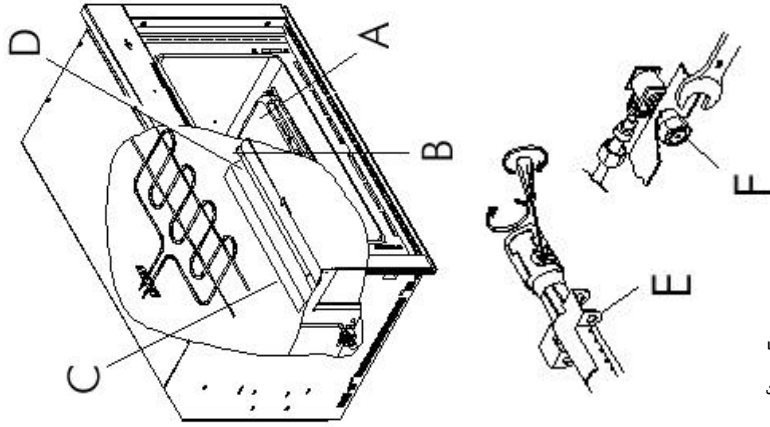

fig. 5
ADATTAMENTO PER ALTRI TIPI DI GAS: se il gas erogato è diverso da quello di predisposizione dell'apparecchio eseguire le operazioni di trasformazione come di seguito indicato (fig.5):
- estrarre la platea del forno (fig.5);
ADAPTATION TO OTHER TYPES OF GAS: if the gas delivered is different from the appliance gas setting, the following adaptation operations must be performed (fig. 5):
- take the bedplate out (fig. 5);
<p>ADAPTAÇÃO PARA OUTROS TIPOS DE GÁS: se o gás distribuído é diferente daquele para o qual está predisposto o aparelho efectuar as seguintes operações de transformação (fig.5):</p> <ul style="list-style-type: none"> • Verificar se o forno não está ligado à rede eléctrica; • abrir completamente a porta do forno; • extrair a placa do fundo do forno (fig.5); • retirar o bico do seguinte modo: <ol style="list-style-type: none"> 1. tirar a parábola de difusão C desapertando as porcas D; 2. afastar o esquadro E porta-velas e o termopar; 3. tirar o parafuso B e desenfiar o tubo queimador; 4. tirar o injector F com uma chave de 7 e substituí-lo segundo as instruções indicadas na tabela 2 (o injector deverá ser fixado com uma força adequada para evitar que se desenfie). • Remontar o bico do forno seguindo as operações descritas acima descritas em sentido contrário; • Recolocar o tabuleiro do forno. <p>Atenção aos cabos das velas e aos tubos dos termo pares.</p>	<p>ADAPTACION PARA OTROS TIPOS DE GAS: si el gas suministrado es distinto a aquel predisposto para el aparato se deben realizar las modificaciones necesarias como se indica en la (fig.5):</p> <ul style="list-style-type: none"> • Se asegure que el horno no esté conectado a la red eléctrica; • Abra completamente la puerta del horno; • Quitar la placa de fondo del horno (fig.5); • quitar el quemador de la siguiente manera: <ol style="list-style-type: none"> 1. quitar la parábola difusora C aflojando las tuercas D; 2. correr la escuadra E portabujías más el termopar; 3. sacar el tornillo B y quitar el tubo quemador; 4. quitar el inyector F con una llave de 7 y sustituirlo según las instrucciones del cuadro. 2 (el inyector debe ser sujetado fuertemente para evitar que se salga). • Montar nuevamente el quemador del horno siguiendo inversamente las indicaciones antes mencionadas; • Poner nuevamente la placa de fondo del horno. <p>Atención a los cables de las bujías y a los tubos de la termopar.</p>